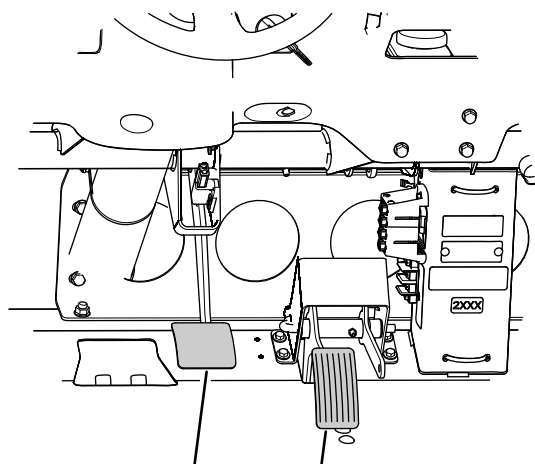

Figura 82
3. Tire hacia arriba del pedal de freno (Figura 82) hasta que entre en contacto con el bastidor.